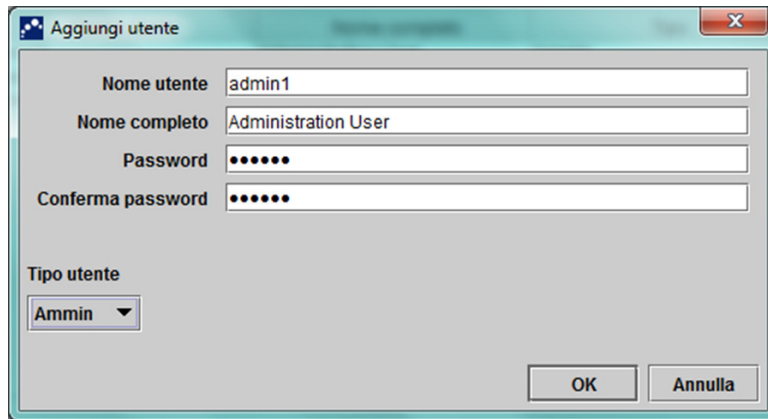

Figura 2-72. Finestra di dialogo Aggiungi utente
3. Fare clic su **Aggiungi**. Verrà visualizzata la finestra di dialogo Aggiungere utente. Vedere la Figura 2-72.